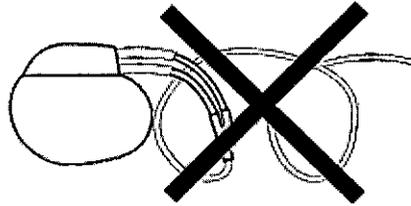

Figura 19. NO enrollar el cable
- NO enrollar el cable. Al enrollar el cable, se puede torcer y desplazar (ver figura 19).